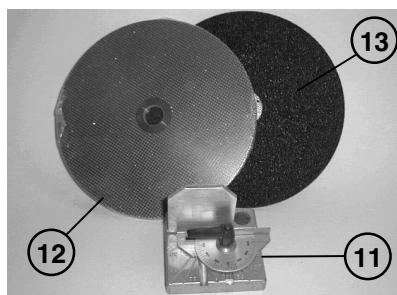

Fig. 3
El plato y los respectivos accesorios presentes en el kit (11 de Fig. 3) tienen por objeto permitir la ejecución de escuadrados tanto en horizontal como en vertical.
En Fig. 3 pueden verse los discos diamantados (12) y grano fino (13).